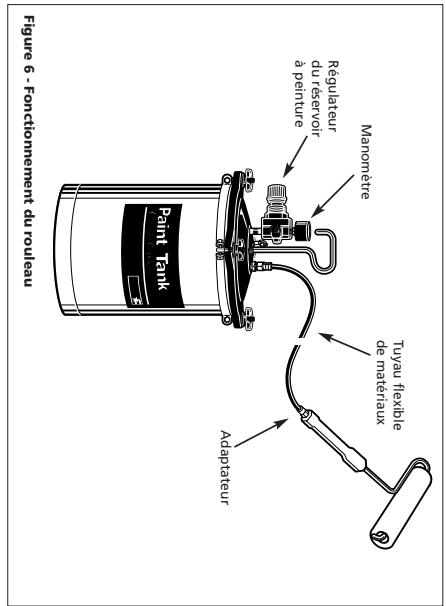

Figure 6 - Fonctionnement du rouleau
4. Brancher le tuyau de matériaux entre le rouleau et le réservoir à peinture (Voir Fig. 6).